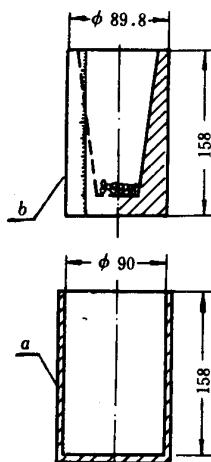

图 3 表观密度测量装置
- (1) 天平：感量0.1克；
- (2) 测量圆筒：金属制成，内部光滑，形状尺寸如图3(a)所示；
- (3) 柱塞：金属制成，外部光滑，形状尺寸如图3(b)所示，外侧有刻度，其间隔为1毫米，总重量为 2300 ± 20 克（用铅球调节）。